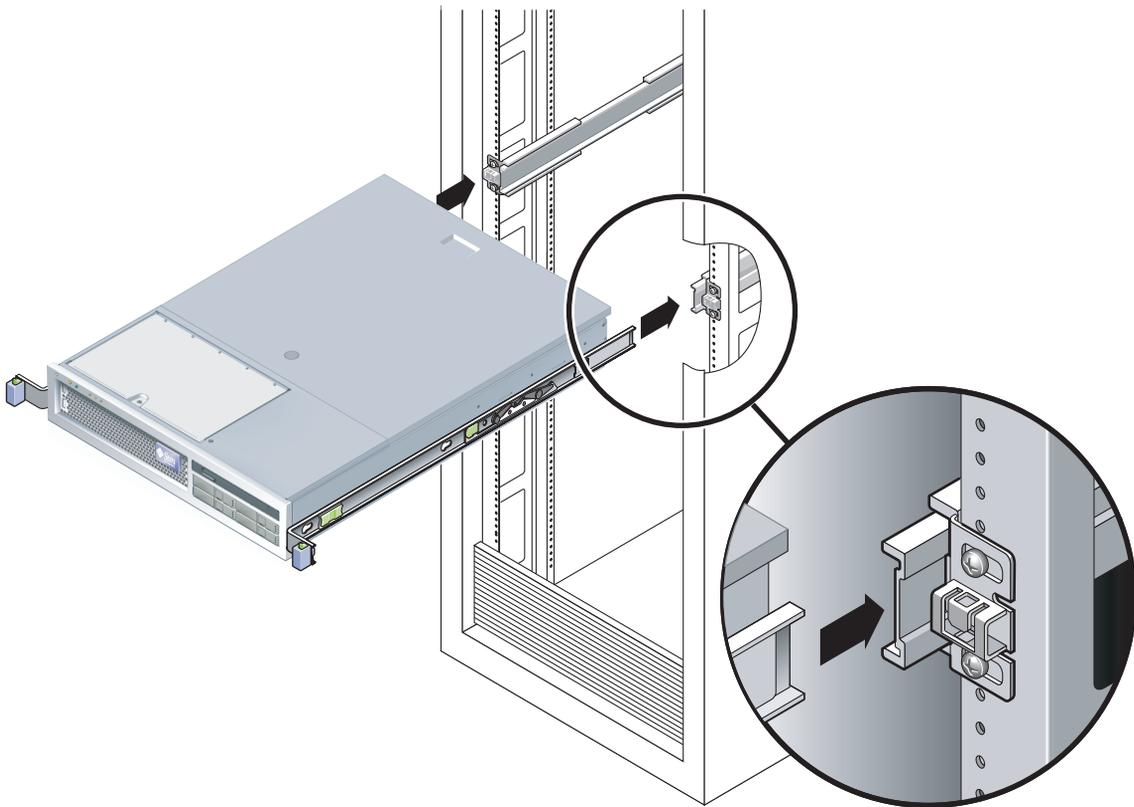

ABBILDUNG 3-29 Anbringen des Gehäuses auf den Schienen
10. Setzen Sie die Enden der Montagebügel in die Schienen ein (ABBILDUNG 3-29).